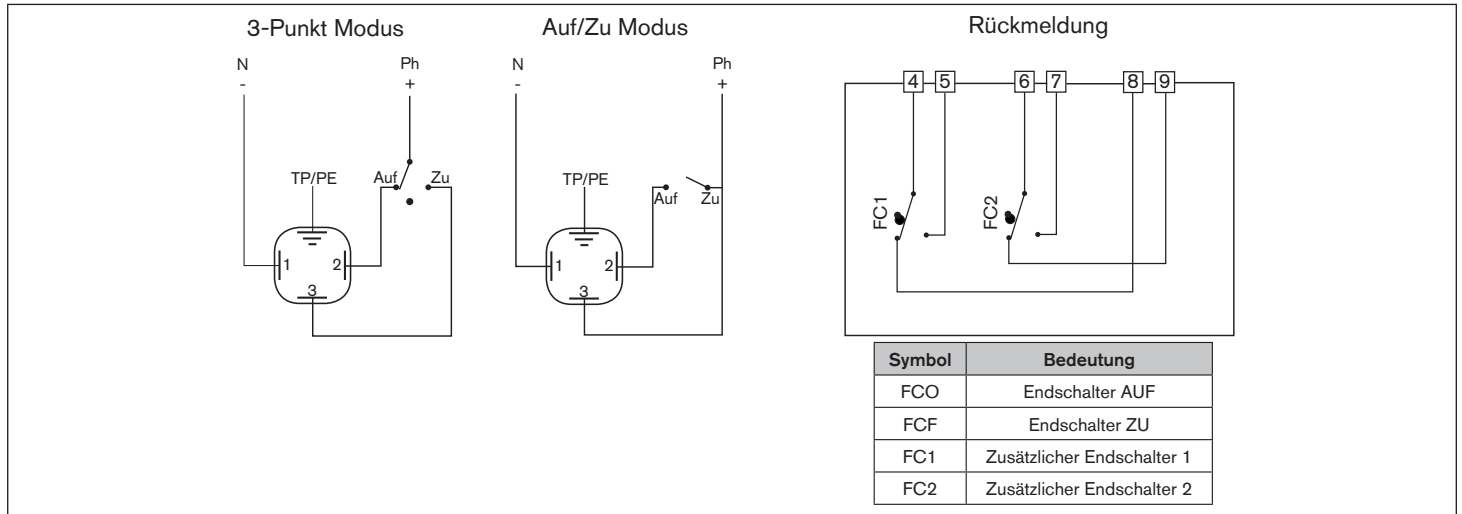
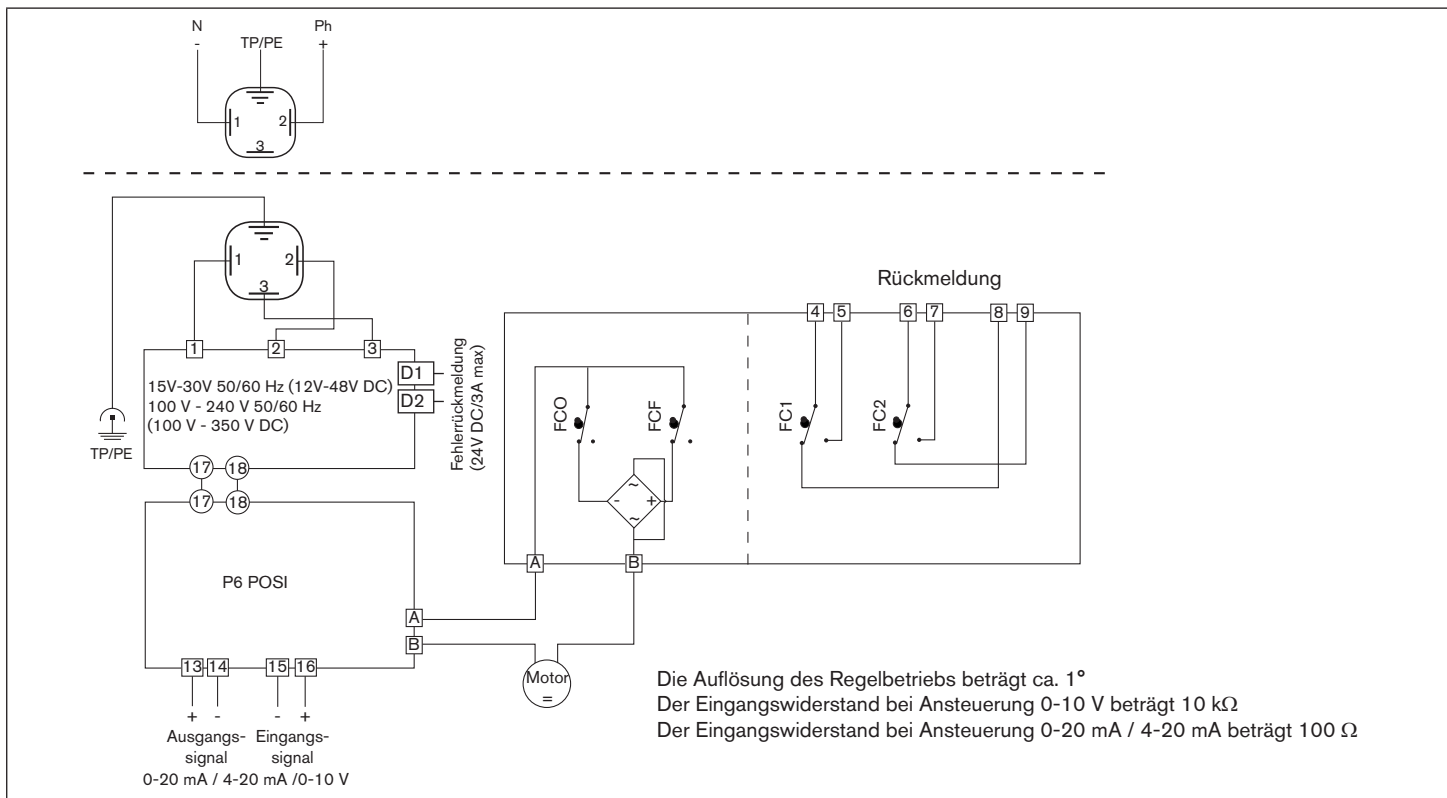

Bild 2: Auf/Zu Ausführung
Bild 3: Ausführung mit Analogsignaleingang
- Anschlüsse der zusätzlichen Endschalter (FC1 und FC2) gemäß der Schaltschemen verdrahten (siehe „Bild 2“ und „Bild 3“).